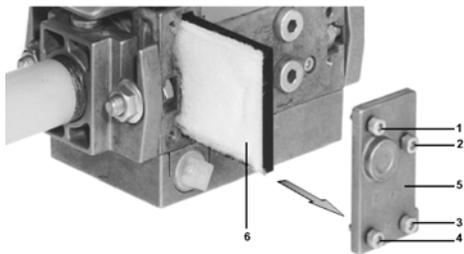

Рис. 44
- 2 Отвинтите винты 1 ÷ 4 шестигранным ключом № 3 и снимите крышку фильтра 5 на Рис. 44.